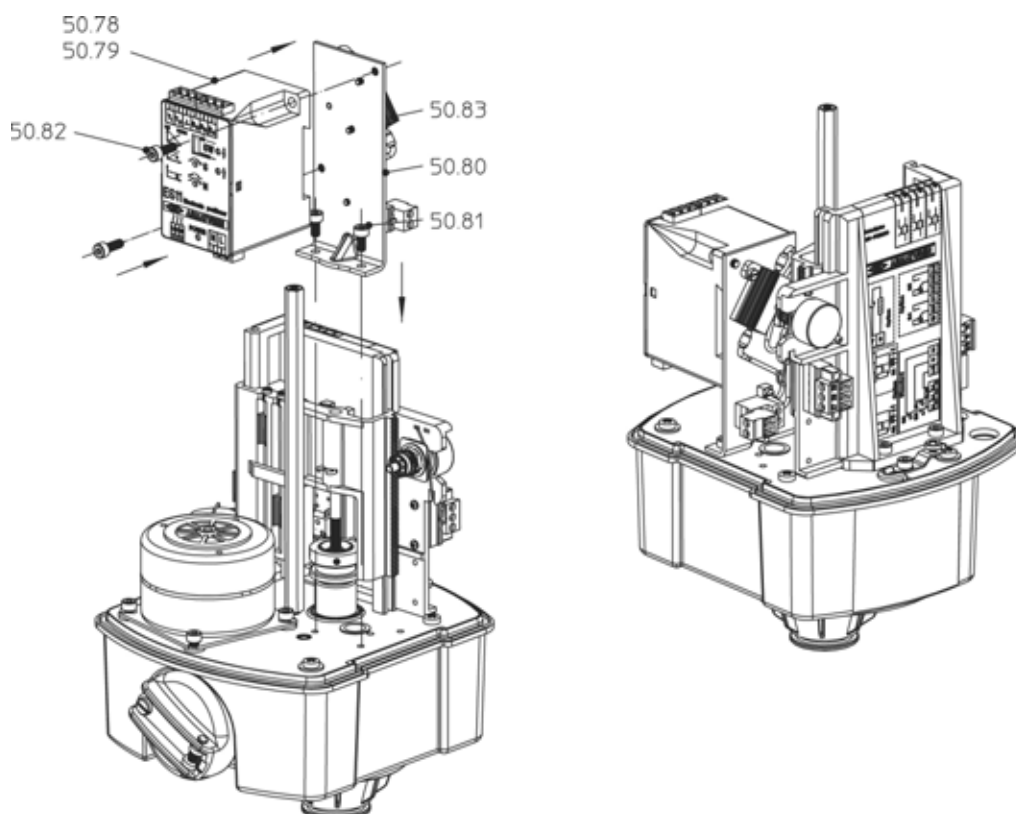

Figura 14: Montaje RI21 / ES11 / calefacción ARI-PREMIO® 2,2 - 5 kN
- Fije el conjunto calefactor completamente montado (en el soporte) con los tornillos suministrados en la ubicación prevista en la placa de cubierta del reductor (Figura 14).